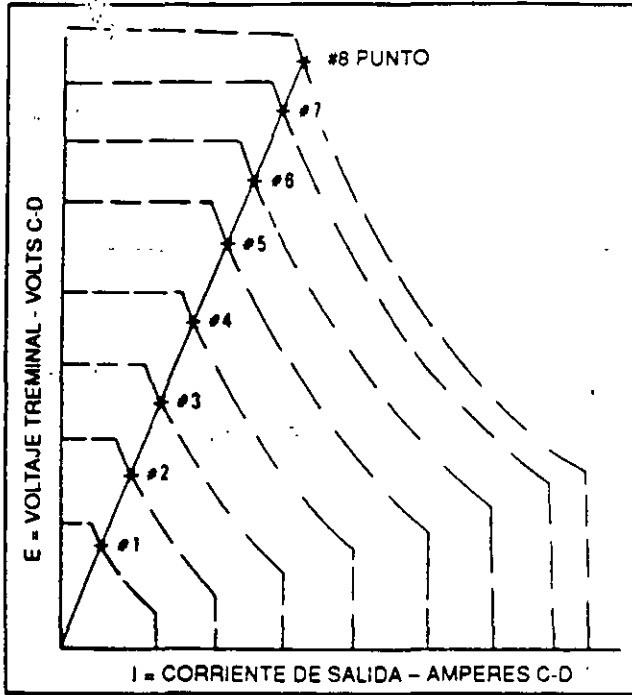

FIG. 1. DISPERSION DE PUNTOS TIPICA A LO LARGO DE UNA LINEA DE RESISTENCIA DE AUTOCARGA. E-25390A-S
2. Constituye un excelente método de prueba de casi todos los sistemas de la locomotora. Aunque se lleva a cabo a un valor de resistencia único, Fig. 1, proporcionará a salida en cada uno de los ocho puntos del regulador, conocidos como **Dispersión de Puntos**. Sin embargo, no revisará nada de característica de Igualación de Potencia ya que solamente está disponible la línea de resistencia única, la cual no está en el extremo de corriente alta de la curva.